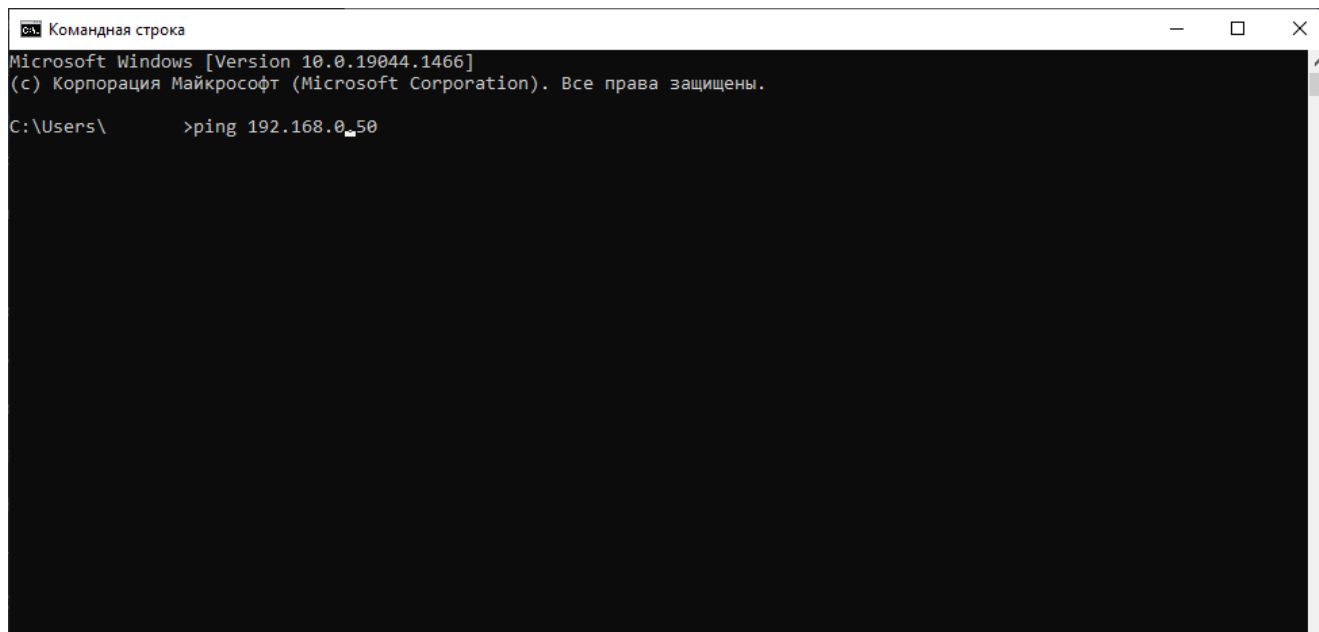

Рисунок 37. Окно командной строки. Результат вписанной команды.
- нажать «ОК». В появившейся командной строке» (см. Рис. 37), вводим команду «ping», пробел и адрес контроллера «192.168.0.50»: